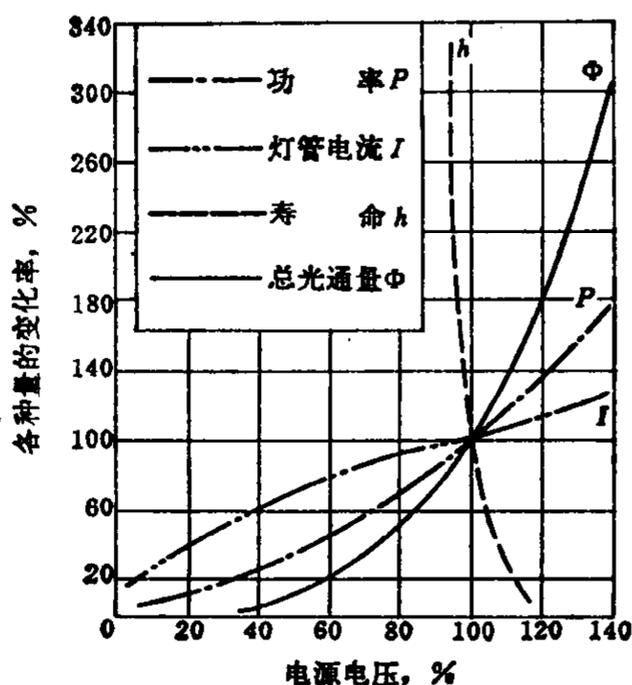

图 39·2-2 电源电压变化时对白炽灯光电参数的影响
(1) 电源电压的变化对灯泡的寿命和光效影响很大,如图 39·2-2 所示,当电压升高 5% 时,寿命将缩短 50%,故电源电压的偏移不宜大于 $\pm 2.5\%$ 。
(2) 钨丝的冷态电阻比热态电阻小得多,故此类灯瞬时启动电流很大(最高达额定电流 8 倍以上,但在第六个周波开始即衰减到额定值)。
(3) 管形卤钨灯工作时需水平安装,倾角不得大于 $\pm 4^\circ$,否则将严重影响灯的寿命。因为在倾斜点燃时,灯底部将积聚较多的卤素和卤化钨,使引线腐蚀损坏,而灯的上部由于缺少卤素,不能维持正常的卤钨循环,使玻璃壳很快发黑,灯丝很快烧断。